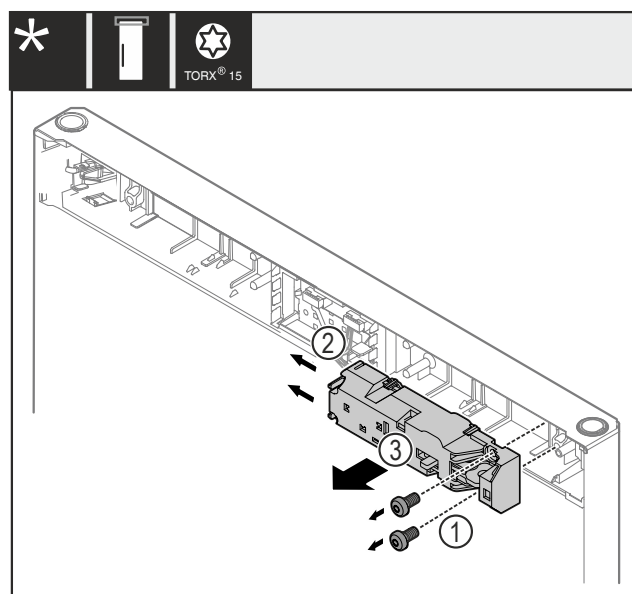

Fig. 21
- 移除螺钉 Fig. 21 (1)。
- 将止动凸缘 Fig. 21 (2)按向一侧并取下遥控锁 Fig. 21 (3)。